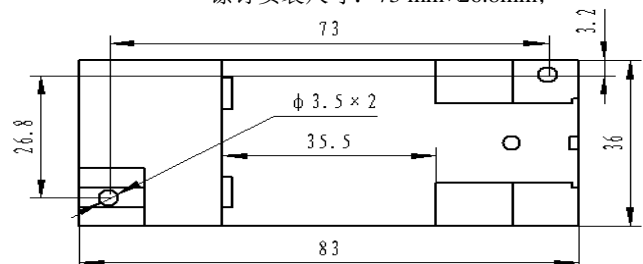

图10 安装尺寸图
- ① 按图 10 中的螺孔位置在固定板上攻丝 M3 螺钉孔;
- ② 使用 M3 的螺钉拧入螺钉孔中固定;